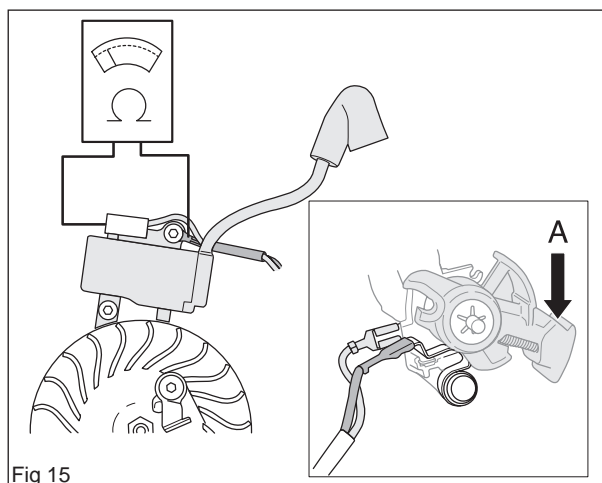
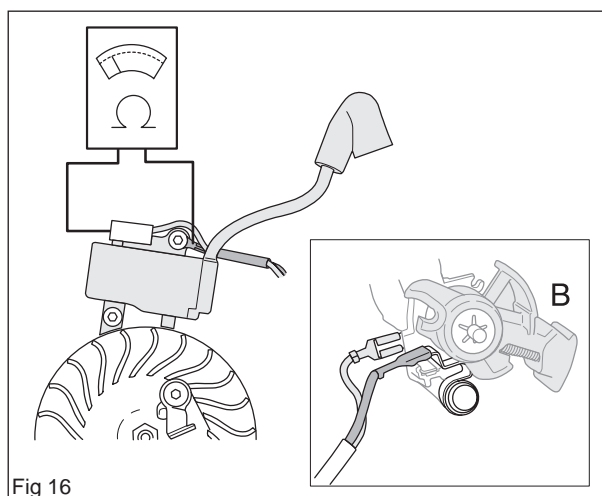

Fig 15
Fig 16
Mesurer la résistance en connectant un multimètre à la bobine d'allumage. REMARQUE! L'interrupteur doit être sur le mode "marche" (A) pour que le résultat soit correct. (voir la figure 15)
Le contact d'arrêt est sur la position activée quand le bouton est maintenu enfoncé (A) (voir la figure 15) et sur la position désactivée quand le bouton est sur la position neutre (B) (voir la figure 16).